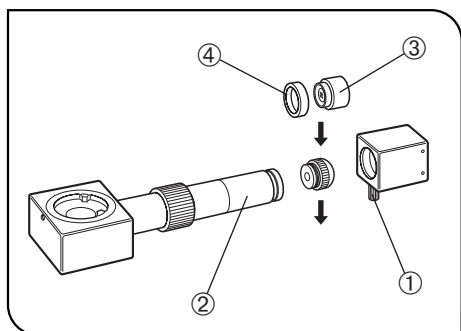

Fig. 6
1. Cuando sólo está montado el U-DA en el microscopio (Fig. 6)